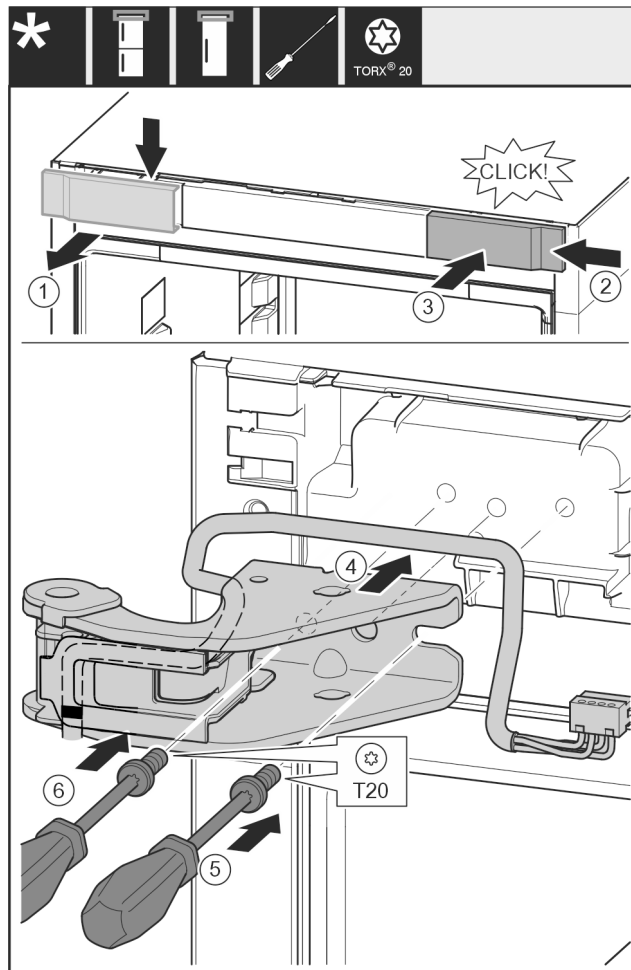

Fig. 32
- ▶ Αφαιρέστε το κάλυμμα από επάνω προς τα εμπρός. Fig. 32 (1)
- ▶ Αναρτήστε το κάλυμμα υπό γωνία 180° στην άλλη πλευρά από δεξιά. Fig. 32 (2)
- ▶ Κουμπώστε το κάλυμμα. Fig. 32 (3)
- ▶ Τοποθετήστε το επάνω στήριγμα. Fig. 32 (4)
- ▶ Τοποθετήστε τη βίδα με κατσαβίδι T20 και σφίξτε τη. Fig. 32 (5)
- ▶ Τοποθετήστε τη βίδα με κατσαβίδι T20 και σφίξτε τη. Fig. 32 (6)